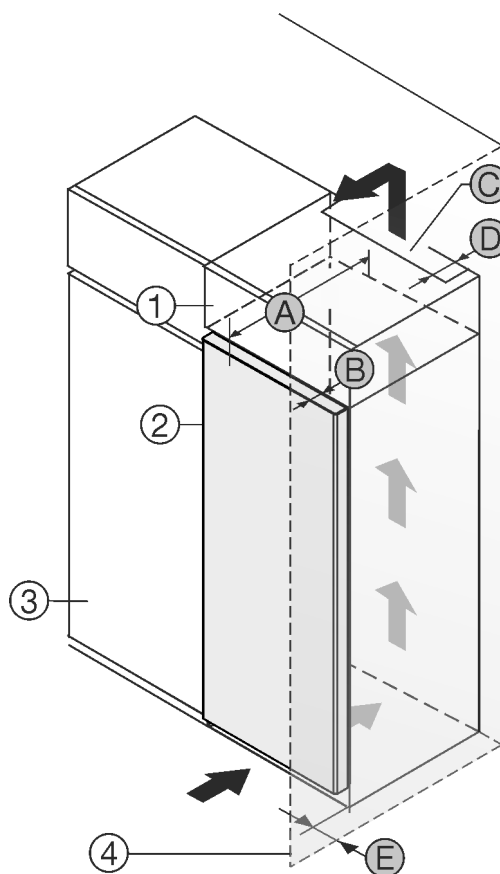

Fig. 1
- (1) Opbouwkast *
- (2) Apparaat *
- (3) Keukenkast *
- (4) Wand *
- (A) Diepte apparaat *
- (B) Diepte deur *
- (C) Ventilatie doorsnede *
- (D) Afstand achterzijde apparaat *
- (E) Afstand tot apparaatzijde *
U kunt het apparaat direct naast de keukenkast Fig. 1 (3) opstellen.*
Aan de achterzijde van de opzetkast moet een luchtafvoer kanaal met de diepte Fig. 1 (D) over de volledige breedte van de opzetkast aanwezig zijn.*
Onder het plafond moet de ventilatie doorsnede Fig. 1 (C) worden aangehouden.*
Als u het apparaat met de scharnieren naast een wand Fig. 1 (4) plaatst, moet de afstand tussen het apparaat en de wand minimaal 13 mm bedragen.*
Om de deuren volledig te kunnen openen, moet het apparaat overeenkomstig de deurdiepte Fig. 1 (B) ten opzichte van het keukenkastfront uitsteken. Afhankelijk van de diepte van de keukenkasten Fig. 1 (3) en het gebruik van de wandafstandshouders kan het apparaat verder uitsteken.*